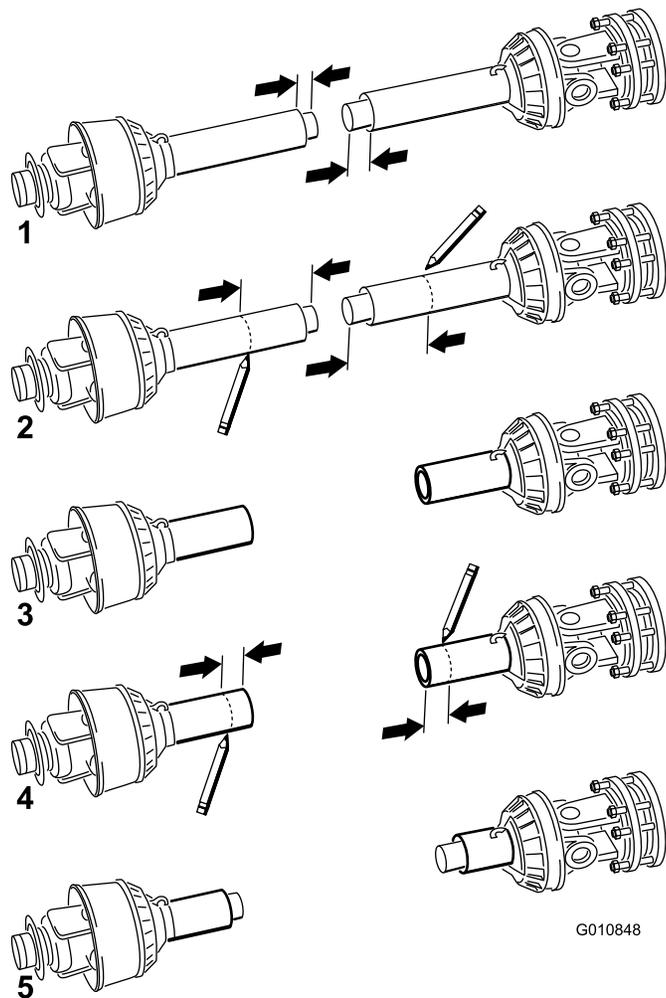

図 18
11. 外側シャフトと内側シャフトを分離する (図 18 ; 図の1)。
12. 各シャフトの端から安全シールドまでの距離を測る (図 18 ; 図の1)。それぞれの距離を記録する。
13. 手順 8 で決定した寸法位置を、各 PTO シャフトのシールド上で測り、マーキングしてシールドを切り落とす (図 18 ; 図の 2 と 3)。
14. 手順 11 で決定した寸法を使って、安全シールドのみを切断し、各シャフト部分が露出するようにする (図 18 ; 図の 4 と 5)。